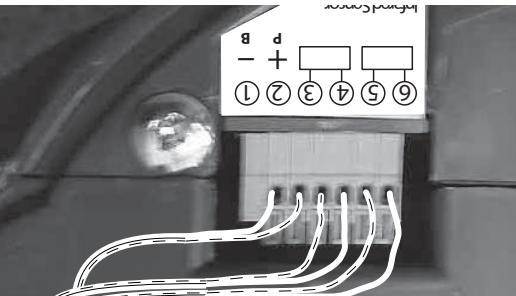

FIG. 4-8 Inserte los alambres (Caja de control con la tapa posterior no e muestra)
- Inserte el alambre en los agujeros terminales y oprima ligeramente en las pinzas de bloqueo anaranjadas arriba de cada agujero terminal. (Usted puede usar un lápiz o destornillador pequeño para alcanzar cómodamente y apretar ligeramente hacia abajo las pinzas de bloqueo.) Inserte los alambres blancos en los agujeros terminales 'pares' y los alambres estríados en los agujeros terminales 'hones' (Fig. 4-8).